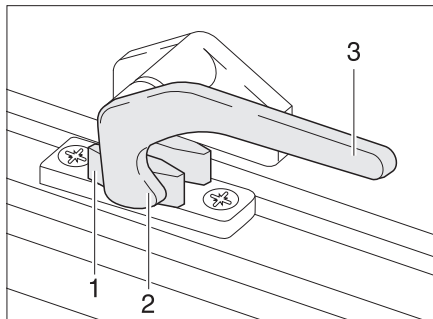
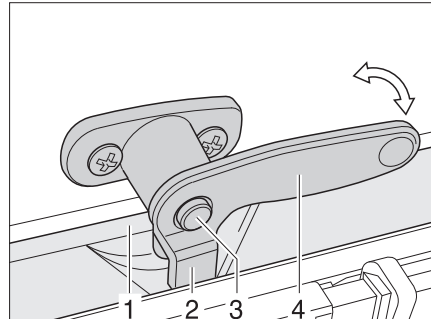

Fig. 70 Palanca de bloqueo en la posición de "cerrado"
Fig. 71 Palanca de bloqueo con botón de seguridad en posición "cerrado"
- Caso disponible, presionar y mantener presionado el botón de seguridad (Fig. 71,3).
- Girar la palanca de bloqueo (Fig. 70,3 ó Fig. 71,4) un cuarto de vuelta hacia la mitad de la ventana.
- Girar la palanca de bloqueo (Fig. 70,3 ó Fig. 71,4) un cuarto de vuelta hacia el marco de la ventana. El saliente de bloqueo (Fig. 70,2 ó Fig. 71,2) se encuentra en la cara interior del bloqueo de la ventana (Fig. 70,1 ó Fig. 71,1).
- En la posición "Cerrada fijamente" (Fig. 70)